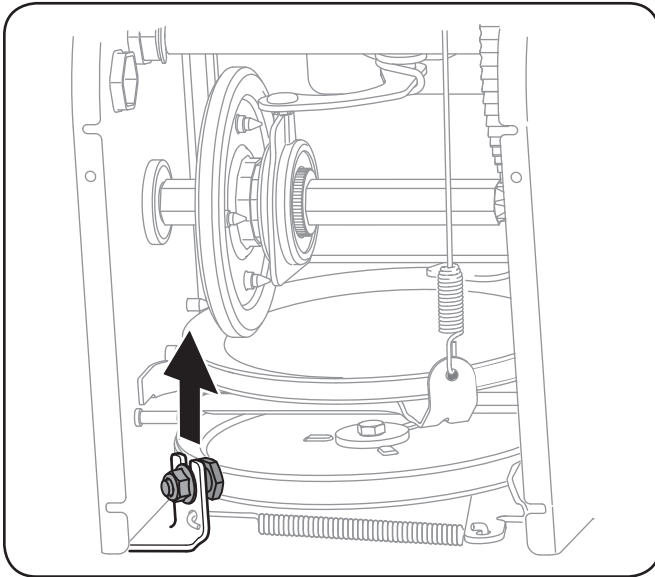

Figura 7-4
- Afloje y retire el tornillo con reborde que actúa como guardacorrea. Vea la Figura 7-4.